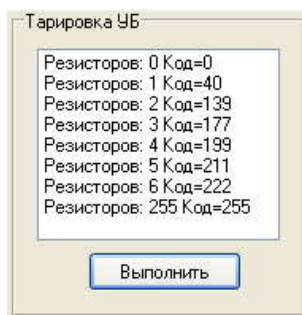

Рисунок 41 – Тарировка устройства безопасности (УБ)
- В случае если настройки не записаны в КЛН, то следует провести тарифовку устройства безопасности. Для этого нужно перейти на вкладку **Тарифовка** окна **Пуско-наладочные работы** и на панели **Тарифовка УБ** нажать кнопку **Выполнить** (Рисунок 41), после чего произойдет автоматическое тарифование устройства безопасности контроллера лифта.